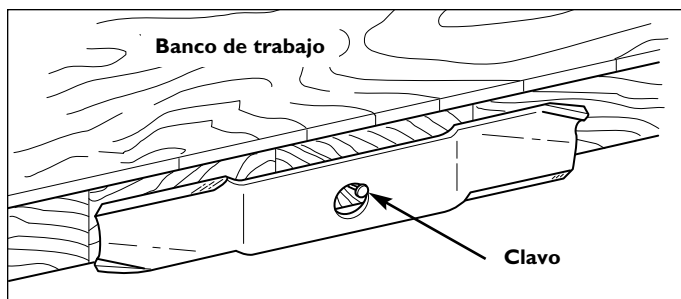

Figura 18. Equilibrio de la cuchilla
5. Equilibre la cuchilla como se muestra en la Figura 18. Centre el orificio de la cuchilla en un clavo lubricado con una gota de aceite. Una cuchilla equilibrada permanecerá nivelada.